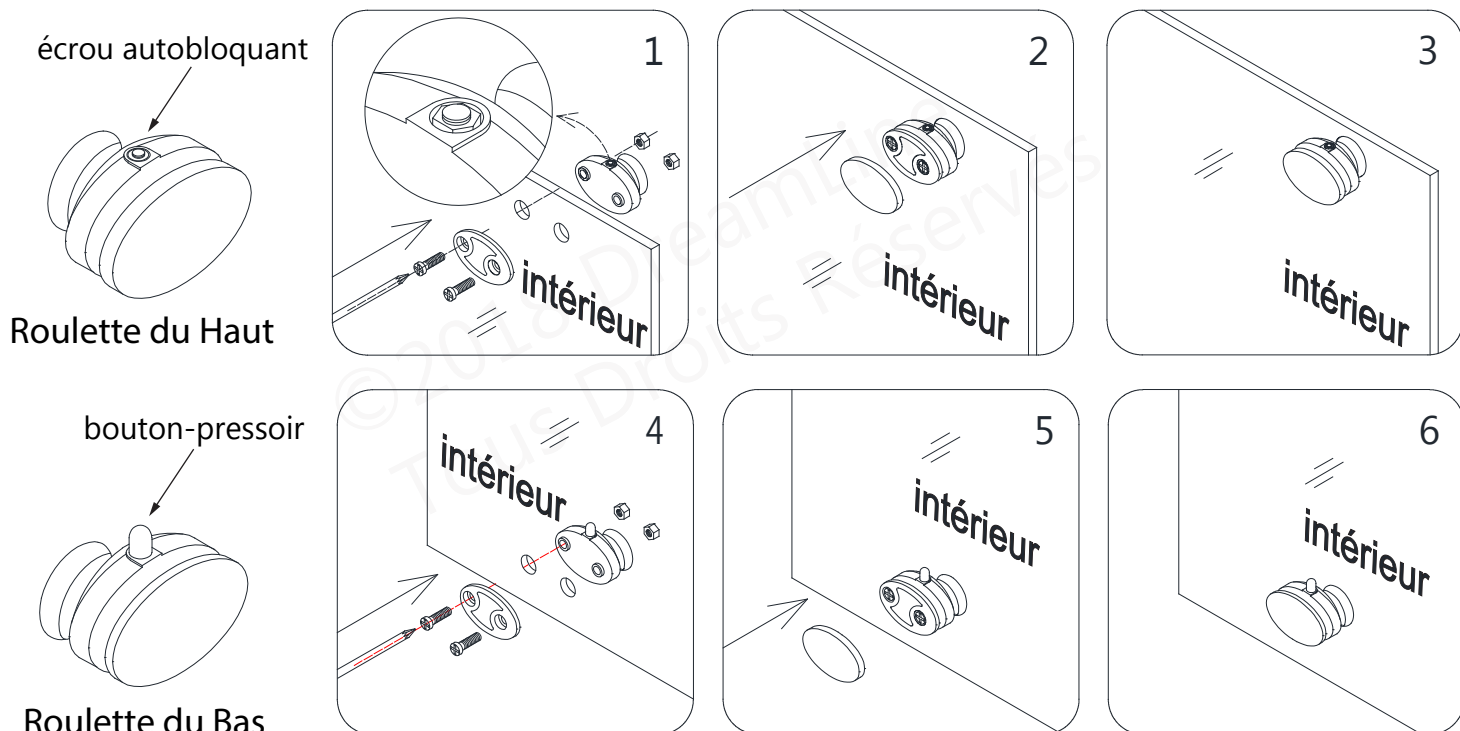

**Fig 10**
**10.** À partir de l'intérieur de la douche, installez la **Bande de Vinyle Latérale (N° 09)** entre le **Panneau Vitré (N° 05)** et les **Profils pour Vitre (N° 01)**. Commencez par le bas et n'étirez pas le vinyle. (Fig 10)